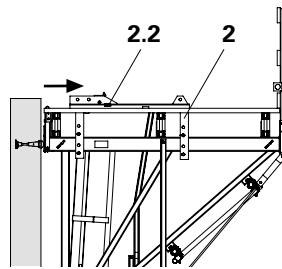

Fig. B2.05
1. Abrir el carro CB 240 (2) y asegurar con la cuña dentada (2.2). (Fig. B2.05)